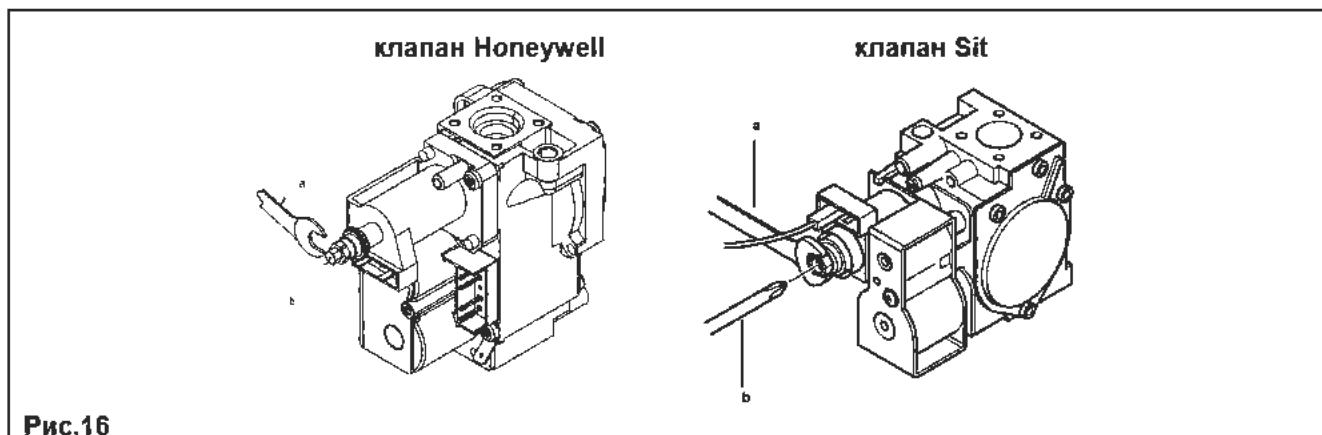

Рис.16
- Проверить давление газа на горелке согласно таблице 1 для соответствующей модели котла и соответствующего типа газа. При необходимости снять крышку модулятора и поворачивать латунный винт ключом а (ключ а, рис.16) до достижения давления, указанного в таблице 1 для соответствующей модели котла и соответствующего типа газа.
- Отсоединить провод питания модулятора. Котел перейдет в режим минимальной мощности. Проверить давление газа на горелке согласно таблице 1 для соответствующей модели котла и соответствующего типа газа. При необходимости поворачивать винт (поз. б, рис.16) до достижения давления, указанного в таблице 1 для соответствующей модели котла и соответствующего типа газа.